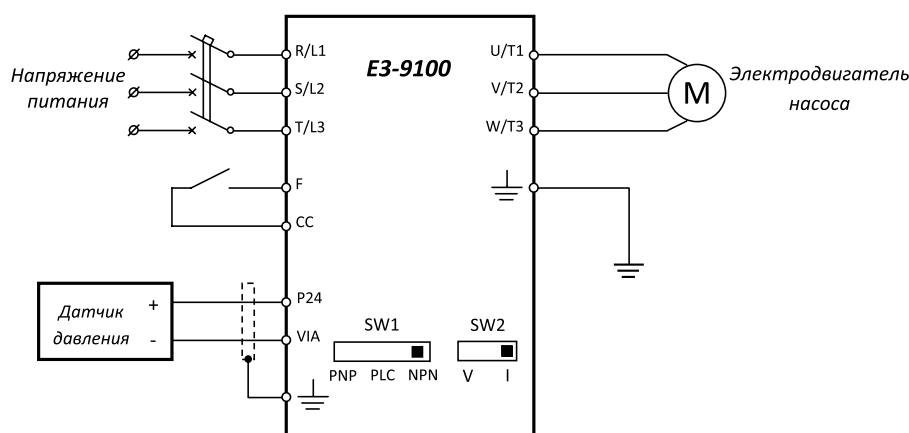

Рис. 6. Схема подключения преобразователей частоты серии E3-9100
1. Подключить преобразователь частоты согласно рис. 6.